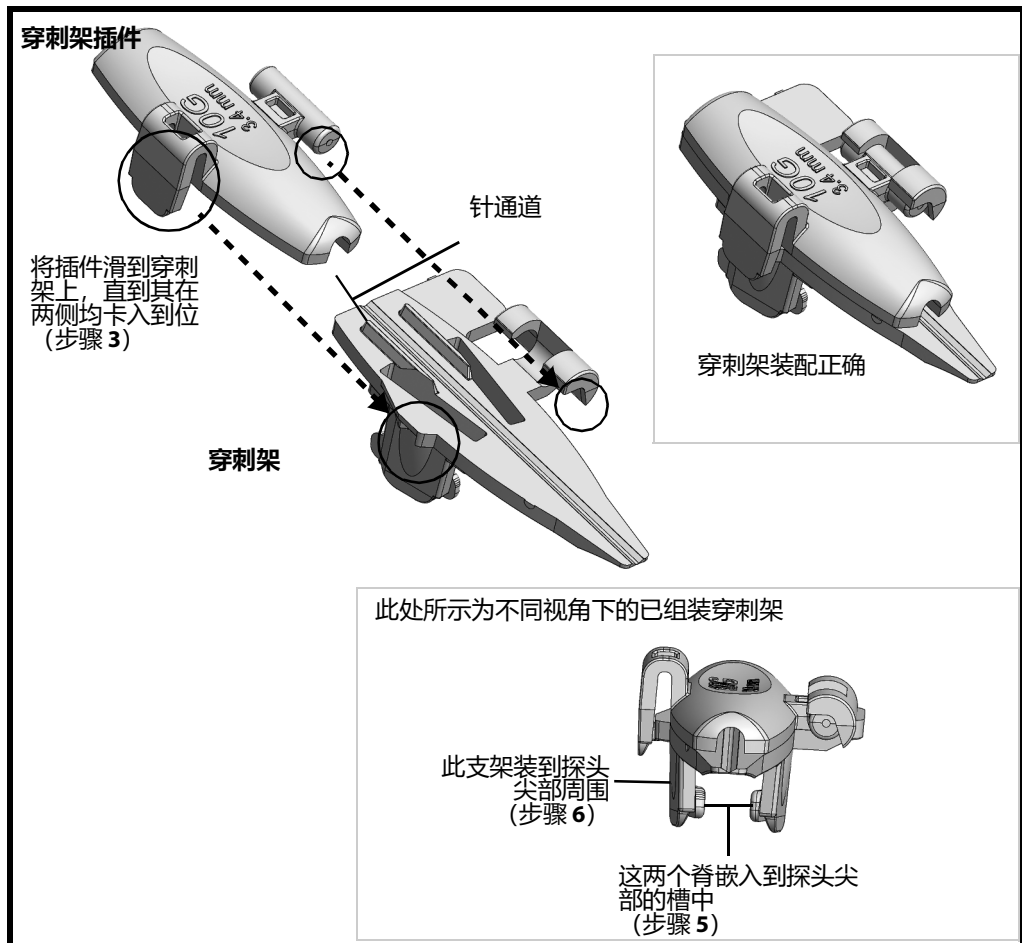

图 2。N11C5s 的针导 UA1346；编号的步骤指下面穿刺架安装程序中的步骤。
- 3 将插件滑到穿刺架上，直到其在两侧均卡入到位，见图 2。